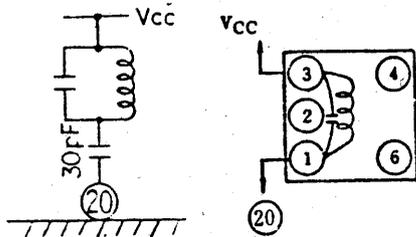

图 10
(7) FM鉴频回路可用线圈来代替陶瓷滤波器, 如图10所示。其线图规格: